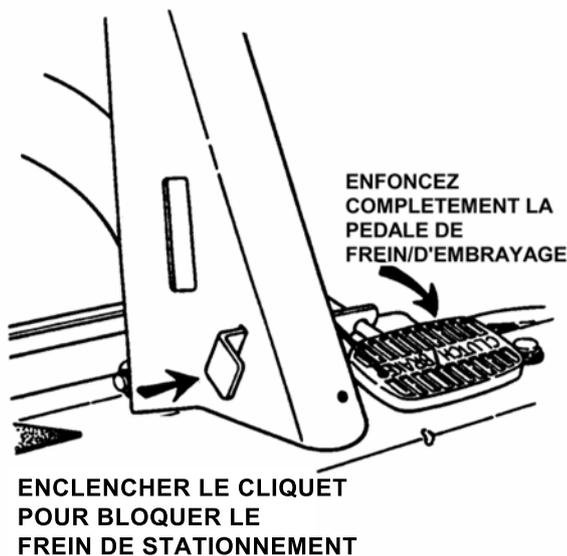

FIGURE 4.7
4. Enfoncez complètement la pédale de frein/d'embrayage. Enclenchez le cliquet de blocage de la pédale puis relâchez-la pour bloquer le frein de stationnement. Voir la figure 4.7.